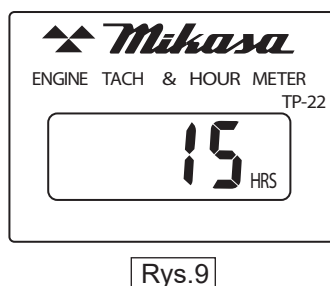

Rys.7
- 2 W niskiej temperaturze lub przy problemach z uruchamianiem silnika, ustaw dźwignię ssania w pozycji "ZAMKNIĘTE". Aby ponownie uruchomić rozgrzany silnik, należy pozostawić dźwignię ssania w pozycji "OTWARTE". (Rys. 7)